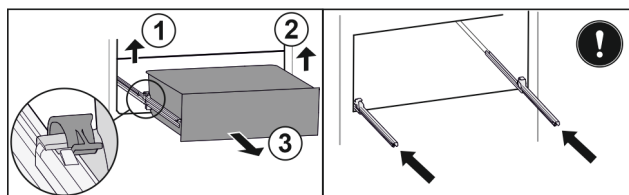

Fig. 144
- ▶ Løft den venstre klemme, og træk samtidigt skuffen i venstre side fremad. *Fig. 144 (1)*
- ▶ Løft den højre klemme, og træk samtidigt skuffen i højre side fremad. *Fig. 144 (2)*
- ▶ Tag skuffen ud fremefter. *Fig. 144 (3)*